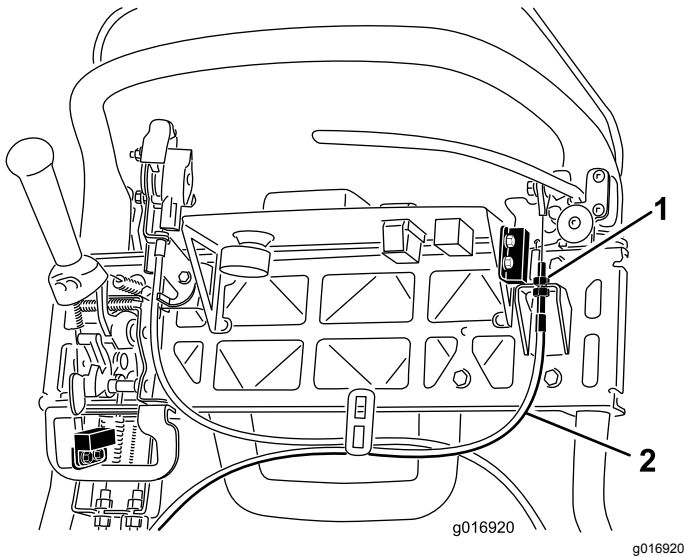

图43
- 3. 要增加拉线的张力请拧松上部拉线锁紧螺母并拧紧下部拉线锁紧螺母 图43 直至为了松开手刹锁定装置需要对刹车制动杆手柄施加 156N 的力。切勿调整过度或致使刹车带拖磨。